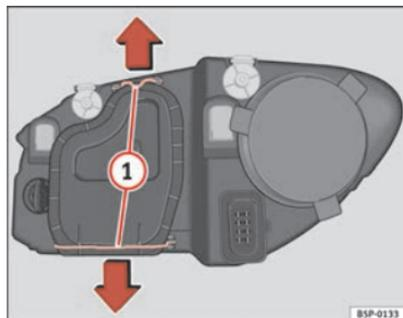

Fig. 179 Feux de croisement
- Déplacez les tirants ⇒ fig. 179 ① dans le sens de la flèche puis retirez le cache.